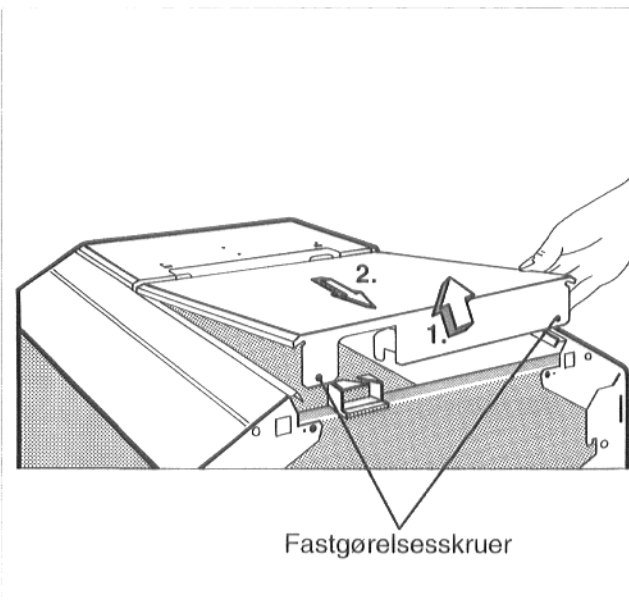

Fig. 14
- De to fastgørelsesskruer skrues ud af den bageste del af kedlens topplade (Fig. 14)